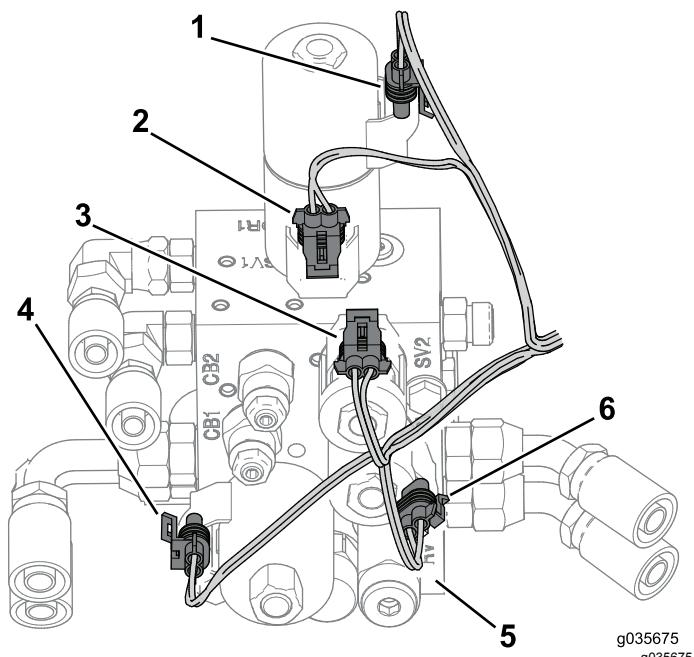

Figura 22
4. Ligue a cablagem ao coletor hidráulico (Figura 22).